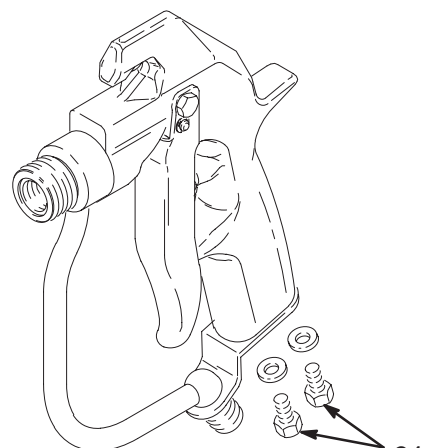

Fig. 19 04733
7. Install the screws (24). Se Fig. 19.